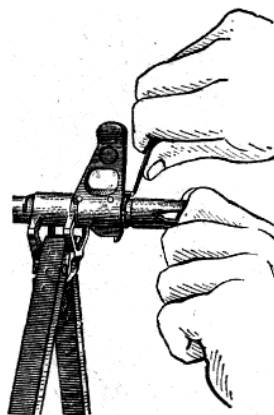

Рис. 11. Отделение пламегасителя
9) **Отделить газовую трубку со ствольной накладкой.** Удерживая автомат (пулемет) левой рукой, правой надеть пенал принадлежности прямоугольным отверстием на выступ замыкателя газовой трубки, повернуть замыкатель от себя до вертикального положения (рис. 11) и снять, газовую трубку с патрубком газовой камеры.